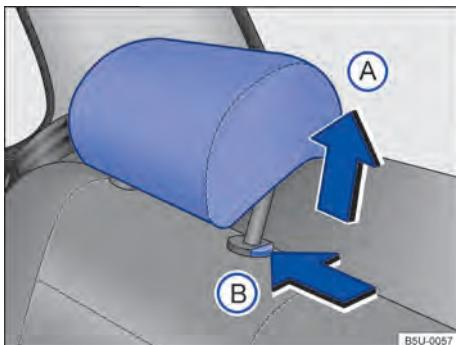

Fig. 59 Apoio para cabeça traseiros: ajustar.
- Empurrar o apoio para cabeça para cima na direção da seta → Fig. 59 ⓘ ou com a tecla → Fig. 59 ⓘ pressionada, empurrar para baixo → ▲ em *Introdução ao tema* na página 70.